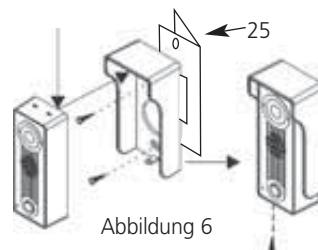

Abbildung 6
Schritt 1 Türrahmenmontage der Türklingelkamera. (Abbildung 6)
- Wenn Sie die optionalen Eckhalter (25) angeschafft haben, so montieren Sie diese zuerst an den Rahmen und schrauben darauf den Regenschutz mit den zum Eckhalter gelieferten Schrauben.
- Schieben Sie nun das Kabel durch das Bohrloch im Regenschutz und durch den Türrahmen und montieren Sie die Kamera, indem Sie die Oberseite der Kamera in die Nocken des Regenschutzes schieben (siehe Abbildung 6).